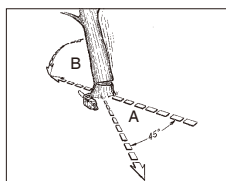

Fig. 11A
⚠ADVARSEL: En rømningsbane (A) bør planlegges og ryddes som nødvendig før kutting starter. Rømningsbanen bør strekke bakover og diagonalt til baksiden av det forventede fallområdet, som illustrert i Fig. 11A.
⚠ ADVARSEL: Etter hvert som hovedskåret kommer nært til hengelsen, bør treet begynne å falle. Når treet begynner å falle, må du fjerne sagen fra skåret, stoppe motoren, sette ned motorsagen, og forlate område langs rømningsbanen (Fig. 11A).